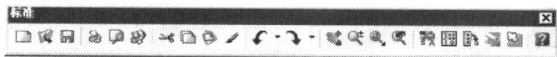

图 1-3 【标准】工具栏
- 【标准】工具栏中的工具主要用于进行文件编辑中的一般操作,如图1-3所示。